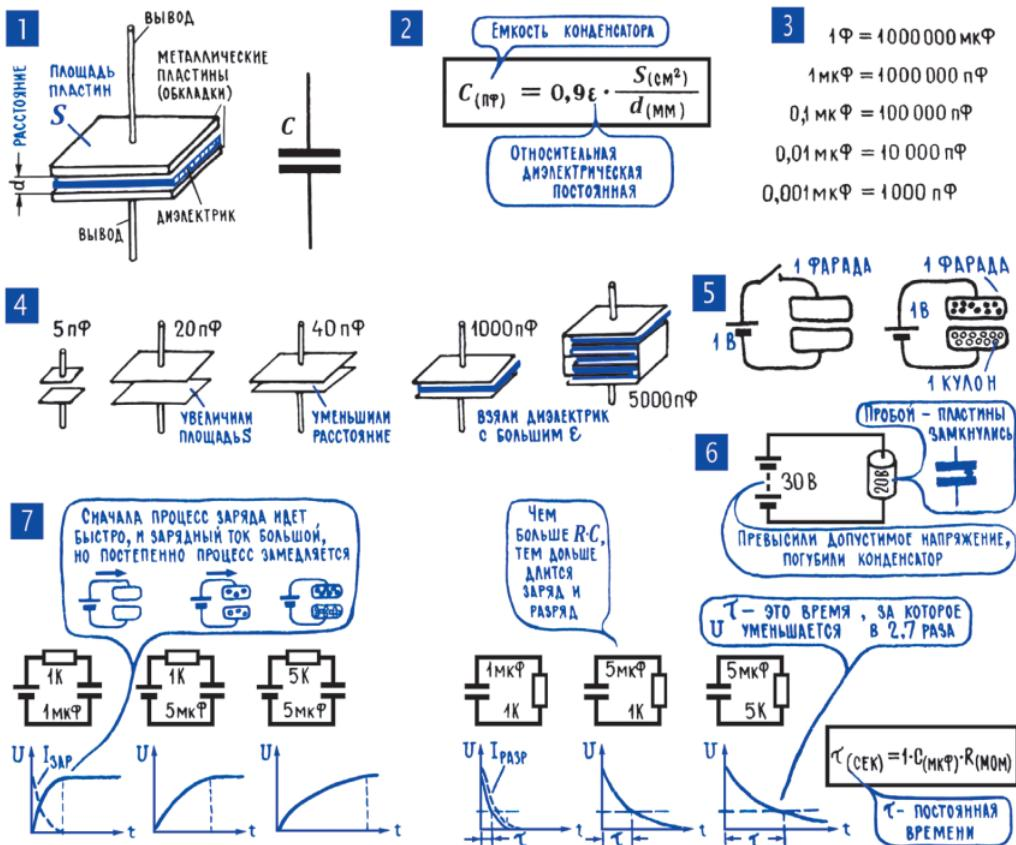

Рис. 4.14. Конденсаторы
**13. Конденсатор – устройство для накопления электрических зарядов.** Если расположить одну над другой две металлические пластины и на короткое время подключить их к генератору, то на пластинах накопится какое-то количество зарядов, и они будут оставаться там довольно долго. То, что заряды не уходят с пластин, можно упрощенно объяснить так: пластины эти находятся близко, и разноименные заряды своими электрическими полями притягиваются друг к другу и не дают друг другу уйти с пластин. Такой пластинчатый накопитель зарядов называют конденсатором (рис. 4.14; 1) и на схемах обозначают буквой С (от слова capacitor – накопитель). Конденсаторы различаются формой пластин и веществом (изолятором), которое находится между ними. Обкладки конденсатора – так часто называют его пластины – в простейших случаях выполняют в виде дисков, вставленных друг в друга трубок или свернутых в спираль металлических лент из фольги.
**14. Емкость конденсатора характеризует его способность накапливать заряды; единица измерения емкости – фарад.** Количество зарядов, которое накапливается на конденсаторе, зависит от того, каким напряжением его заряжали: чем больше это напряжение, тем больший заряд оно втолкнет на пластины при прочих равных условиях. А еще количество накапленных зарядов зависит от свойств самого конденсатора. О его способности накапливать заряды говорит особая характеристика – емкость конденсатора. Единица электрической емкости – фарад, такая емкость будет у некоторого условного конденсатора, в котором под действием зарядного напряжения 1 вольт накопится заряд в 1 кулон (рис. 4.14; 5). Емкость конденсатора тем больше, чем большее площадь его пластин (иногда для увеличения этой площади делают конденсаторы с большим числом параллельно соединенных пластин) и чем меньше расстояние между ними (чем ближе пластины, тем сильнее притягивающее поле одной из них действует на заряды, которые находятся на другой). Кроме того, емкость определяется свойствами вещества между пластинами. О них говорит характеристика вещества, которая называется *диэлектрической проницаемостью*  $\epsilon$ : чем она
Важная характеристика конденсатора – его рабочее напряжение. Оно обычно указано на корпусе, и превышать его при зарядке конденсатора нельзя. Это может привести к пробою или к разрушению диэлектрика, пластины конденсатора замкнутся, и он превратится в обычный проводник (рис. 4.14; 6).
*15. Время заряда (разряда) конденсатора зависит от его емкости и от сопротивления зарядной (разрядной) цепи.* В момент, когда мы подключаем конденсатор к электрическому генератору, в цепи появляется некоторый зарядный ток – это свободные электроны идут к одной обкладке конденсатора и уходят с другой, происходит накапливание зарядов на обкладках (рис. 4.14; 7). Зарядный ток будет протекать до тех пор, пока конденсатор не примет все, что он может принять, пока не запасет столько зарядов, сколько позволяет его емкость. Чем больше емкость, чем больше зарядов должен накопить конденсатор, тем дольше будет продолжаться процесс заряда, тем дольше будет существовать в цепи зарядный ток. Но как только заряд конденсатора закончится, этот ток прекратится. Если последовательно с конденсатором в зарядную цепь включить резистор, то он ограничит ток в цепи, и процесс заряда конденсатора будет длиться дольше.